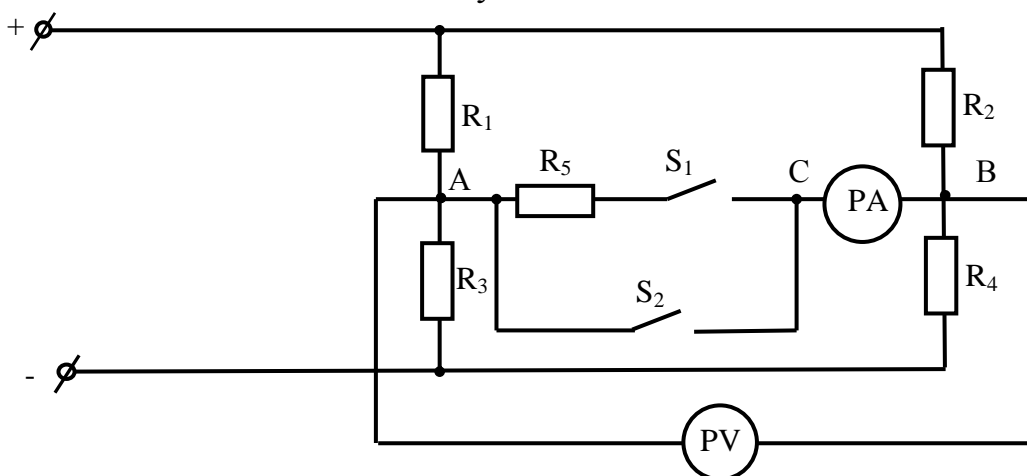

Рисунок 8.1 – Мостовая схема
3. Рисунок 8.1 – Мостовая схема.